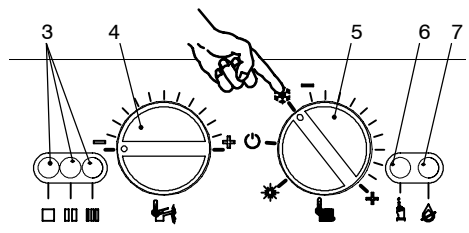
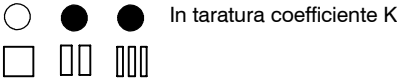
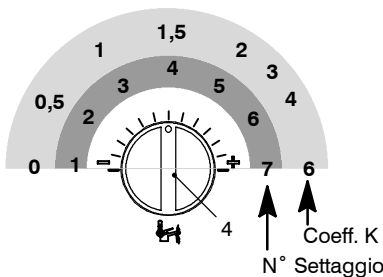

fig. 5.23
fig. 5.24
fig. 5.26
- 1 Alimentate elettricamente la caldaia azionando l'interruttore bipolare previsto nella installazione; la lampada di segnalazione 3 in fig. 5.23 lampeggia ogni 4 secondi.
- 2 Posizionare il selettore 5 come indicato in fig. 5.23; la lampada di segnalazione 3 lampeggia ad intermittenza circa ogni 2 secondi.
- 3 Tenere premuto il pulsante di ripristino 6 in fig. 5.23 per circa 10 secondi, la lampada di blocco 7 in fig. 5.23 inizierà a lampeggiare.
- 4 Per tarare il *coefficiente K* le spie di segnalazione 3 in fig. 5.23 devono essere visualizzate come in fig. 5.24 (legenda spie fig. 5.25)
- 5 Se non si visualizza questa sequenza premere il pulsante di ripristino 6 in fig. 5.23 tante volte fino alla visualizzazione (5 volte).
- 6 Per visualizzare il settaggio impostato tenere premuto il pulsante di ripristino 6 in fig. 5.23 per circa 5 secondi. Le spie di segnalazione 3 in fig. 5.23 lampeggeranno un numero di volte pari al settaggio (fig. 5.26)
- 7 Per cambiare il settaggio ruotare la manopola regolazione temperatura sanitari 4 in fig. 5.23 e posizionarla nel valore di *K* desiderato fig. 5.26 (nella figura es. manopola settata per **K1,5**), la lampada di segnalazione blocco 7 in fig. 5.23 lampeggia velocemente.
- 8 Per memorizzare il settaggio premere il pulsante di ripristino 6 in fig. 5.23 per circa 5 secondi, le spie di segnalazione 3 in fig. 5.23 lampeg-